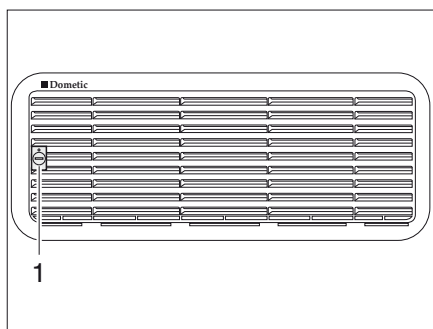
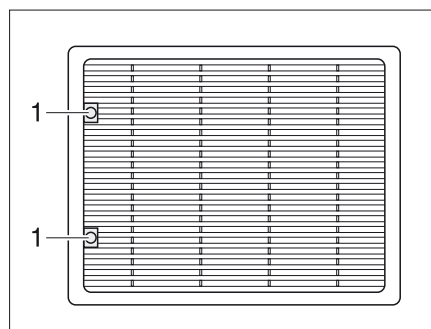

Bild 328 Kylskåpets ventilationsgaller (Dometic litet)
Bild 329 Kylskåpets ventilationsgaller (Dometic stort)
- Vrid skruven (Bild 328,1 resp. Bild 329,1) ett kvarts varv med hjälp av ett mynt.